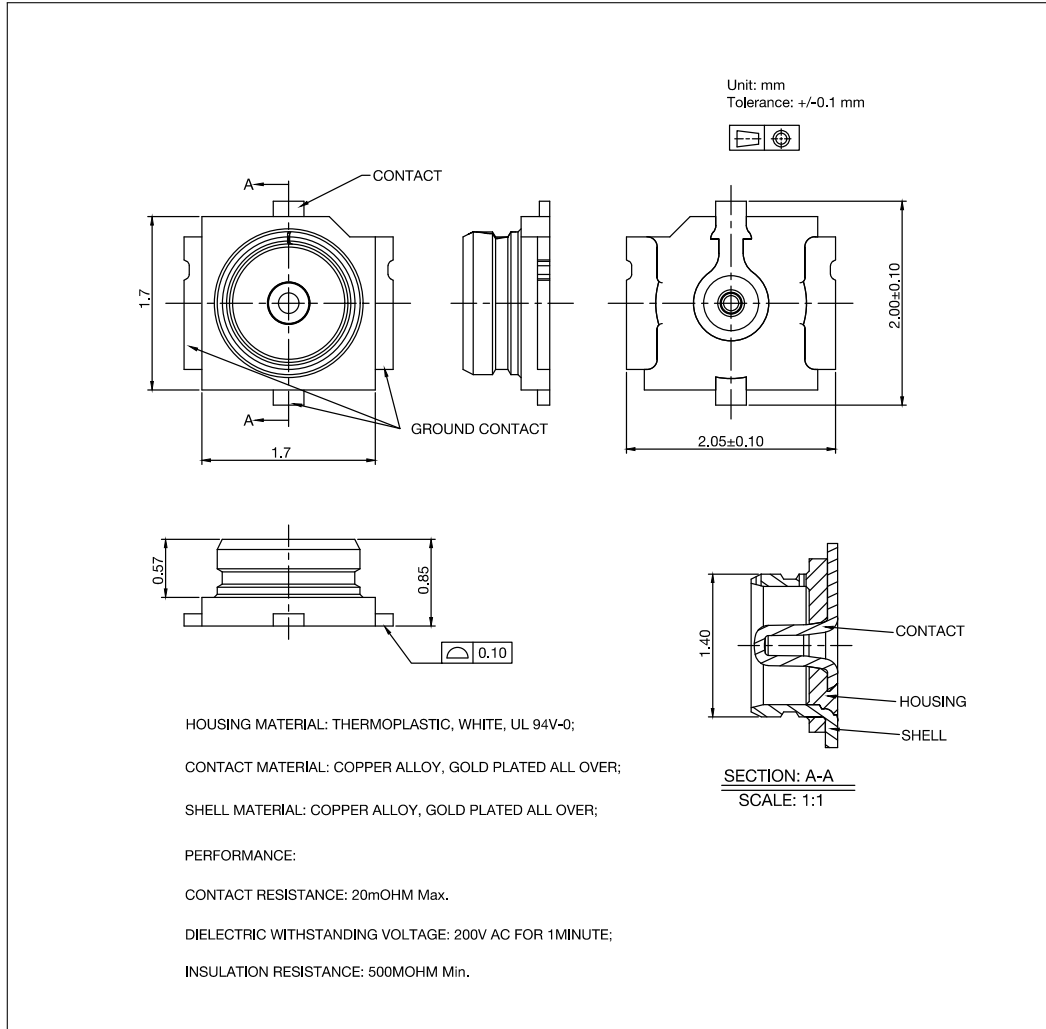

图 9-3. 外部天线连接器尺寸图
ESP32-S2-MINI-2U 采用图 9-3 外部天线连接器尺寸图 所示的第三代外部天线连接器，该连接器兼容：
- 接口规格与模组天线连接器接口匹配，参考图 9-3 外部天线连接器尺寸图